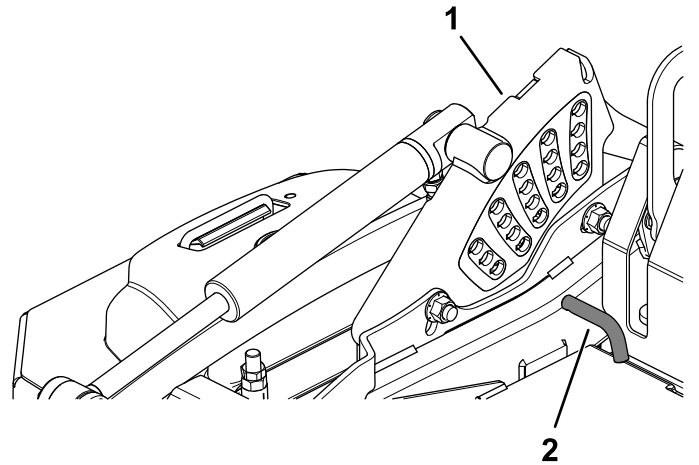

図 25
2. 刈高ピンのロールピンが刈高ブラケットの穴のスロットと揃うまでピンを回転させ、それを取り外す(図 25)。
3. 希望の刈り高さに対応する穴にピンを挿入する(図 25)。
カット高さはデッキリフトプレート側面のデカールを参照方(図 25)。